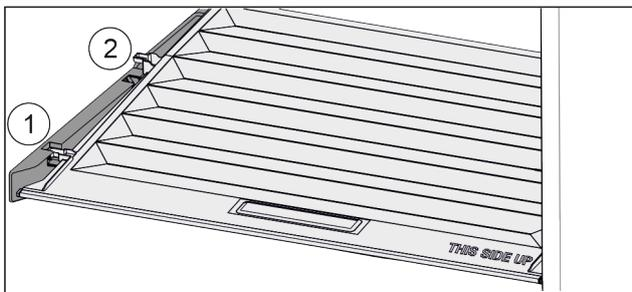

Fig. 53
- ▶ Tirer le couvercle vers l'avant jusque dans l'orifice des pièces de retenue Fig. 53 (1).
- ▶ Le soulever par le bas à l'arrière et le sortir par le haut Fig. 53 (2).